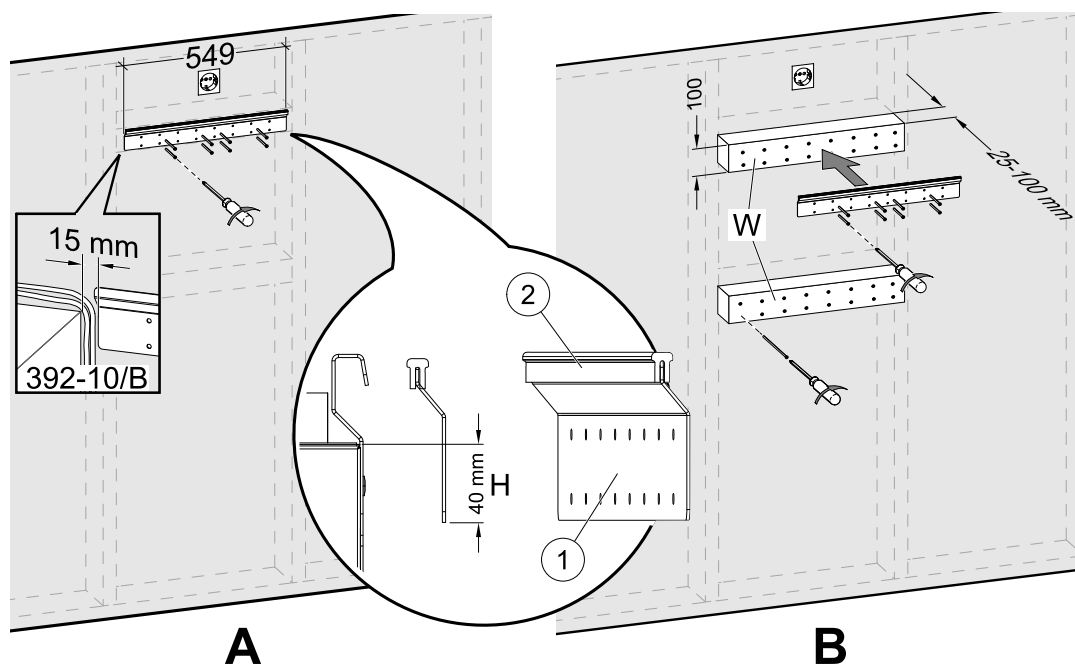

Bild 12 Installation der Wandhalterung mit oder ohne Unterkonstruktion
2. Schrauben Sie die Wandhalterung (Pos. 1) mit dem Vibrationsdämpfungspad (Pos. 2) an die Wand (Abbildung 12, Pos. A). **Schrauben sind nicht im Lieferumfang enthalten**, wählen Sie diese anhand Ihres Wandtyps aus. Verwenden Sie geeignete Löcher, um die Halterung an der Wand festzuschrauben. Die Unterkante der Halterung sollte 40 mm (H) unter der Geräteoberseite liegen.
Falls die Tiefe der Schränke viel größer ist als die des Geräts, installieren Sie Holzblöcke als Unterkonstruktion (Pos. W), um den fehlenden Abstand auszugleichen (Abbildung 12, Pos. B). Montieren Sie die Wandhalterung am oberen Block. Wählen Sie die Dicke der Blöcke entsprechend den Anforderungen um das Gewicht zu tragen.